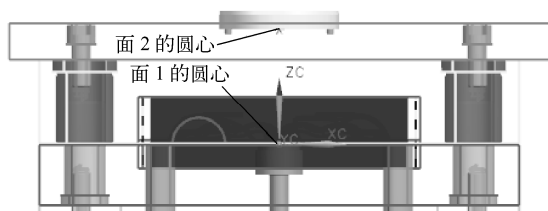
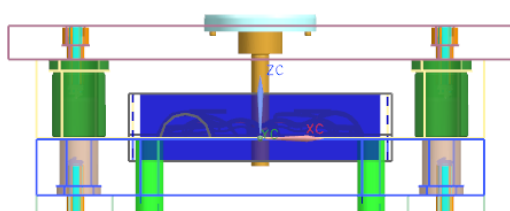

图 10-58 选择面 1 和面 2 的圆心
图 10-59 重定位浇口套
(4) 在图 10-57 所示的【点构造器】对话框中，选择圆心图标，在视图上选择如图 10-58 所示的面 1 的圆心和面 2 的圆心，在图 10-56 所示的【重定位组件】对话框中，单击【确定】按钮，系统重定位浇口套，如图 10-59 所示。